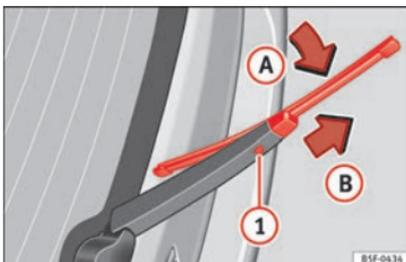

Fig. 82 Sostituzione della spazzola del lunotto posteriore.
- Ruotare leggermente la spazzola »» **fig. 82** (freccia **A**).